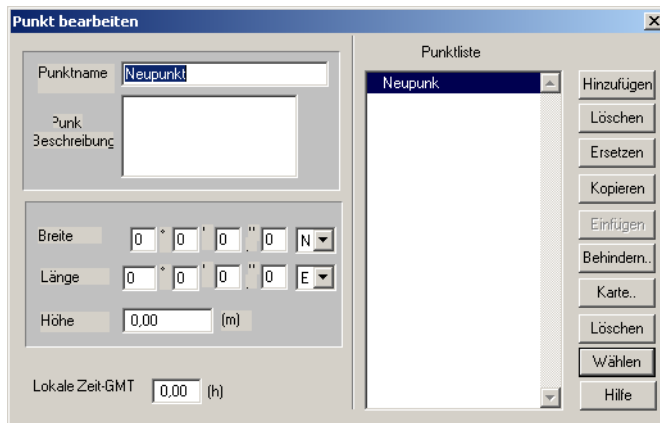

Abbildung A.4. Dialogfeld "Punkt Bearbeiten"
2. Das Dialogfeld **Punkt Bearbeiten** wird angezeigt, Abbildung A.4, und Sie können neue Punkte eingeben, um die Satellitenverfügbarkeit anzuzeigen. Für das Erstellen eines neuen Punktes siehe "Hinzufügen eines Punktes zu einem Projekt" auf Seite 146.